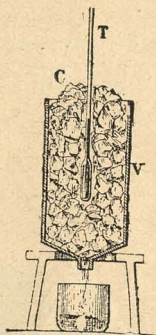

Fig. 80
3. **Graduación del termómetro de mercurio.**—Se ha fijado dos puntos que sirven de base á la graduación de los termómetros, la del hielo (fig. 80) que se derrite y da